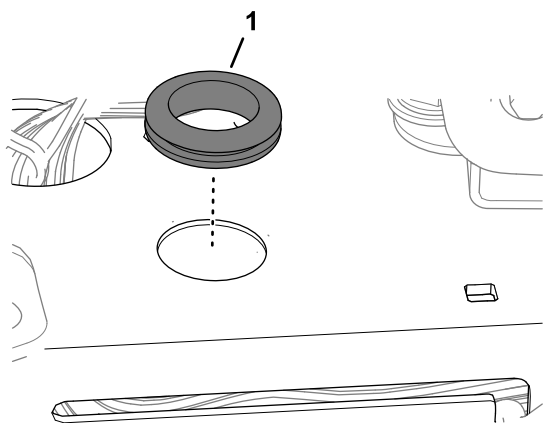

Figura 84
8. Instale el anillo de goma en el orificio (Figura 84).